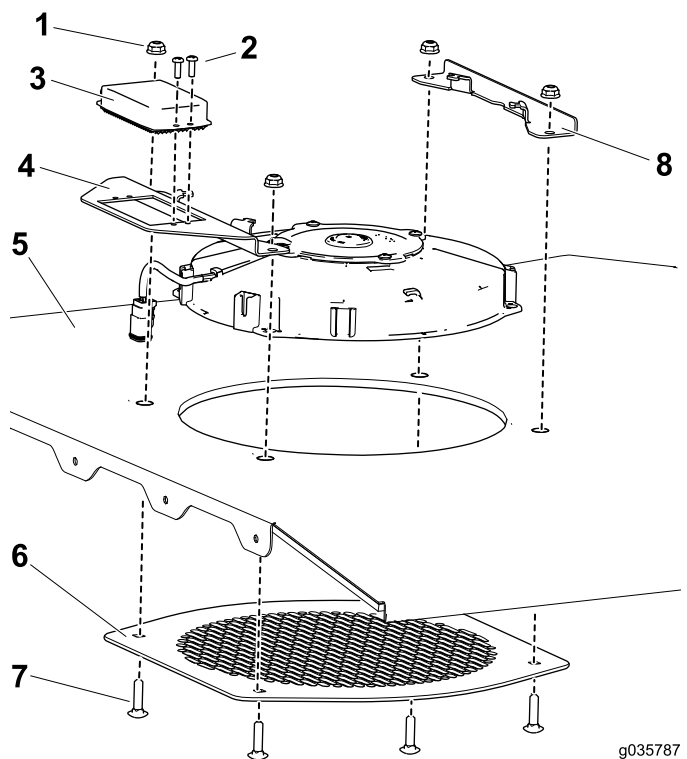

Figura 2
1. Utilice los 2 tornillos (Nº 8 x 3/8") para fijar el pack de resistencias al bastidor del ventilador (Figura 2).
- Utilice los 4 pernos (1/4" x 1") y las 4 tuercas para fijar el ventilador, la rejilla del ventilador y el soporte de montaje a la placa del techo (Figura 2).